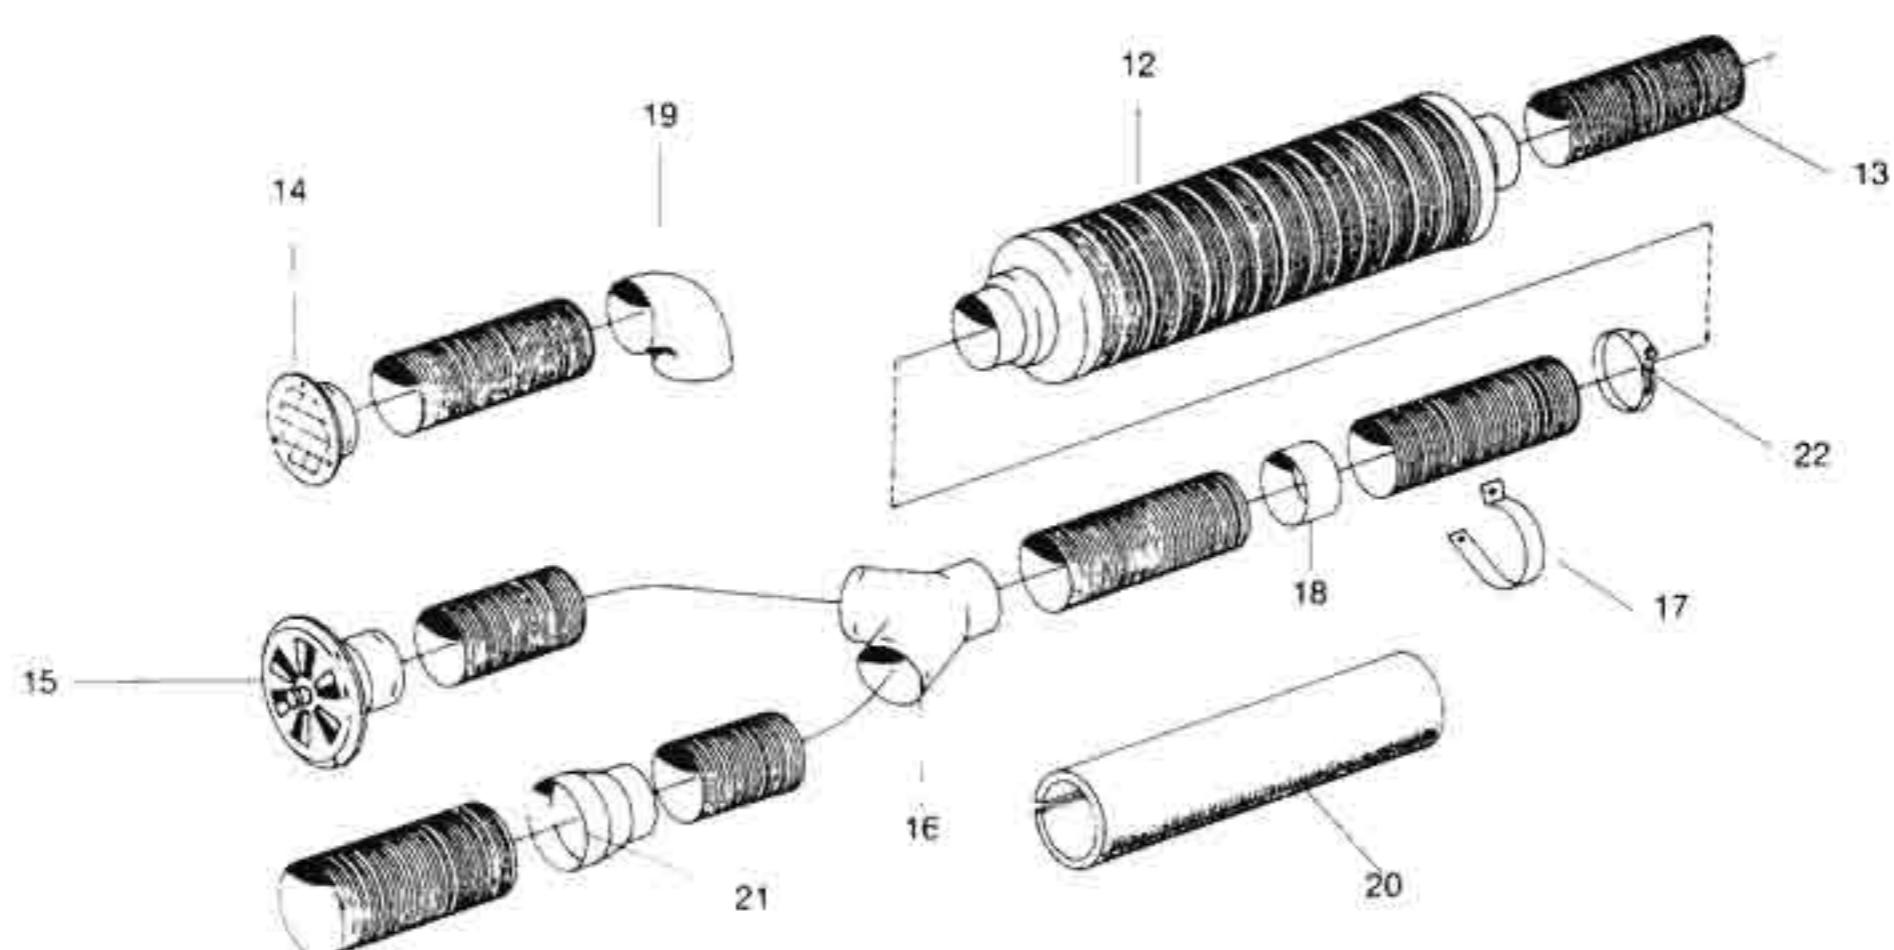

Fig 4
**Friskluftsystem Fig. 4****Fresh air system Fig. 4****Frischluftsystem Abb. 4**